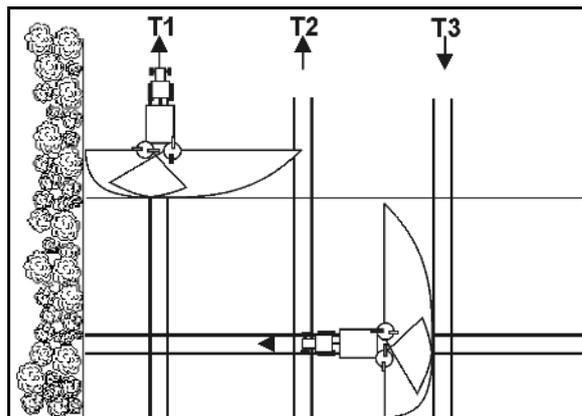

Fig. 44
1. Épandage en limite selon le décret concernant l'emploi des fertilisants (Fig. 44) :